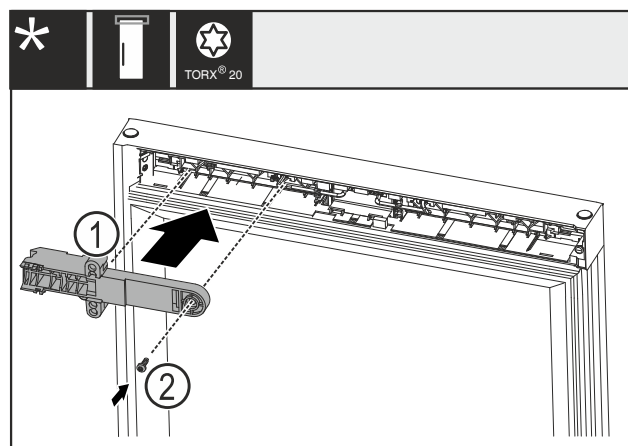

Fig. 26
- Ruotare il componente di tenuta della serratura Fig. 26 (1) di 180° e montarlo sul lato opposto.
- Fissare il componente di tenuta della serratura Fig. 26 (1) con una vite Fig. 26 (2).